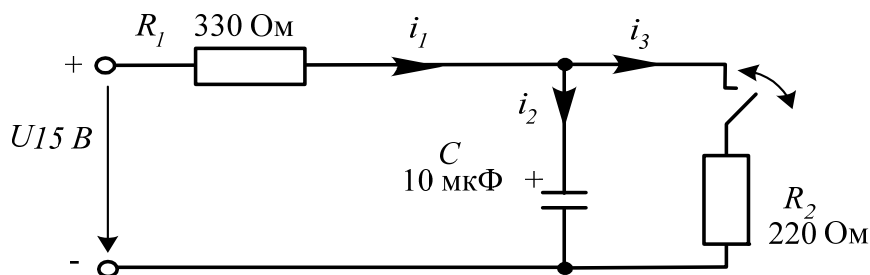

Рисунок 1 – Расчетная схема для аналитического исследования цепи RC
1.1. При включении ключа в цепи (рис. 1) рассчитайте токи и напряжение на конденсаторе до коммутации ($t=0-$, ключ разомкнут), в первый момент после коммутации ($t=0+$, ключ замкнут) и в новом установившемся режиме ($t=\infty$). Результаты расчёта занесите в таблицу 1.